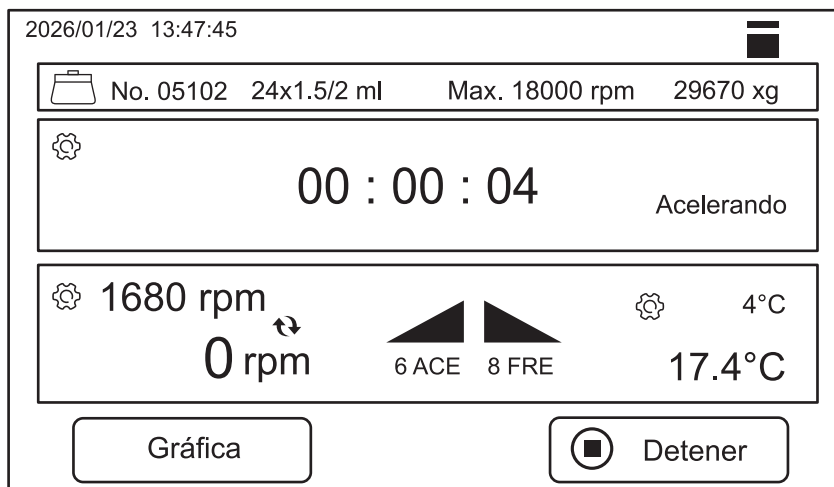

Figura 8.
- Si se opera la centrífuga a través del botón “Pulsado”, la interfaz de operación de inicio será como se muestra en la Figura 8.